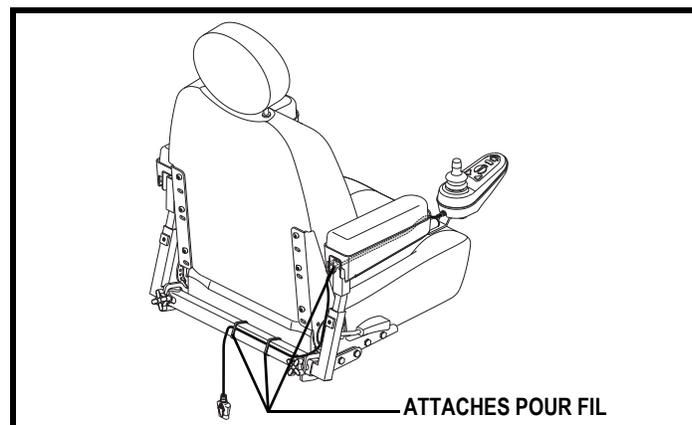

Figure 13. Emplacement du câble du module de contrôle
10. Attachez le câble du contrôleur sous l'accoudoir avec des attaches de plastique. Voir la figure 13.